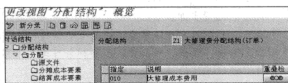
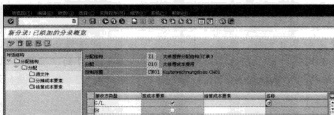

图 5-138 分配结构对应的分配费用
图 5-140 分配费用对应的结算成本要素
STEP 2 选择某条分配结构, 然后单击左树中的“分配”选项, 即可在右边栏目中显示该分配结构对应的分配费用, 如图 5-138 所示。
STEP 4 同样, 在图 5-138 中选择好对应的分配费用, 然后单击左树中的“结算成本要素”选项, 即可在右边栏目中显示该分配费用对应的结算成本要素, 如图 5-140 所示。